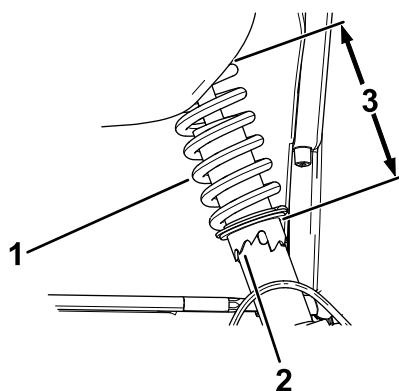

Figura 40
2. Se o alinhamento da roda estiver desalinhado, utilize a chave de aperto para rodar o anel na mola amortecedora para alinhar a roda (Figura 40).